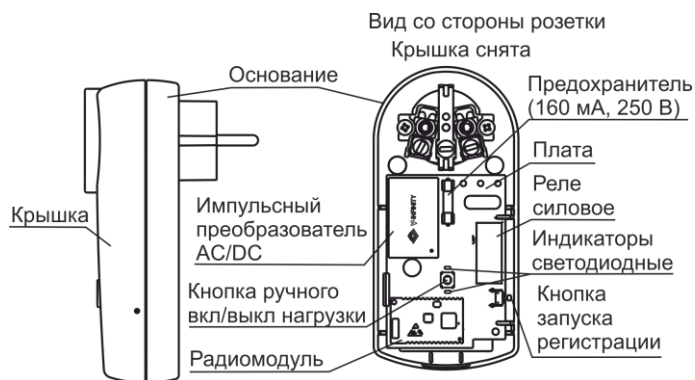

Рисунок 2
**4.1** Конструктивно маршрутизатор выполнен в корпусе, совмещенном с вилкой и розеткой на 220 В. Внутри корпуса находится печатная плата с радиоэлементами (рисунок 2).